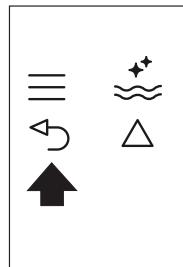

Fig. 25
- ▶ Premere due volte l'icona (B6) (Fig. 25) per uscire dal menù.